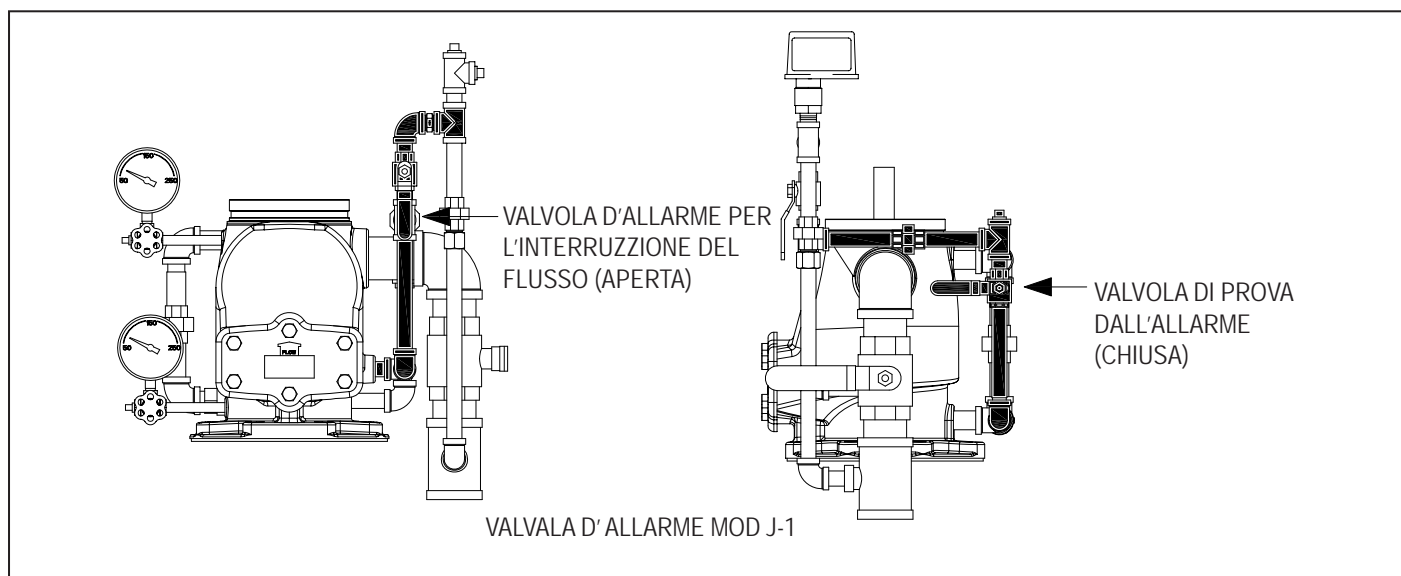

Figura 31
2. La valvola d'allarme per l'interruzione del flusso sul trim è in posizione aperta (Figura 31), mentre la valvola di prova allarme è in posizione chiusa (questo per i sistemi che utilizzano una valvola d'allarme mod J-1 con un tipo d'allarme meccanico).